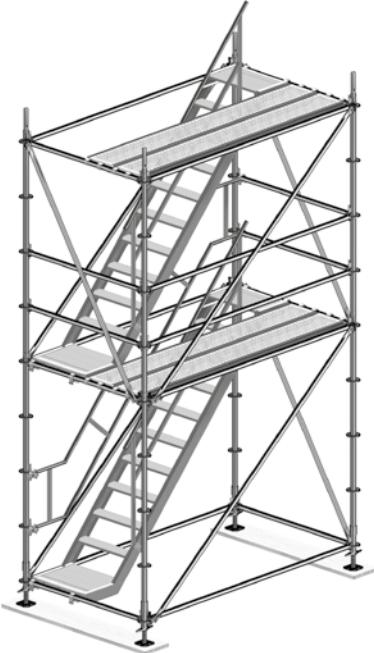

Fig. 13.1
23. Répéter les étapes 7 à 22 pour arriver à la hauteur souhaitée (Fig. 13.1 à 13.4).